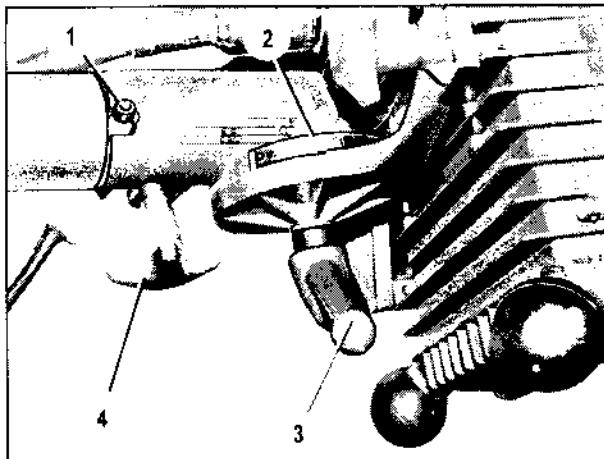

Bild 34
6. Elevation einstellen; dazu Knebel (Bild 34/3) lösen und Konsole FM 15000 so weit verstellen, bis auf der Skala (Bild 34/2) die befohlene Gradzahl erreicht ist.
- RF-Einheit FM 15000 auf den oberen Zapfen des Mastaufsatzes auf-schieben und verdrehen, bis die Anschlagsschraube (Bild 34/1) anliegt. Knebelschraube (Bild 34/4) festziehen.